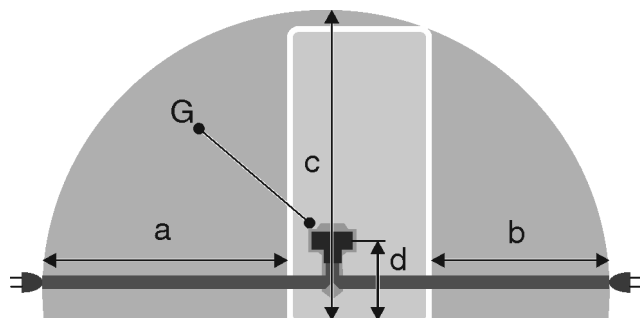

Fig. 55 *
- Zásuvka není umístěna za přístrojem, nýbrž v oblastech a nebo b Fig. 55 (a, b, c).
- ▶ Zástrčku spotřebiče Fig. 55 (G) zastrčte na zadní straně spotřebiče. Dávejte pozor na správné zaklesnutí.